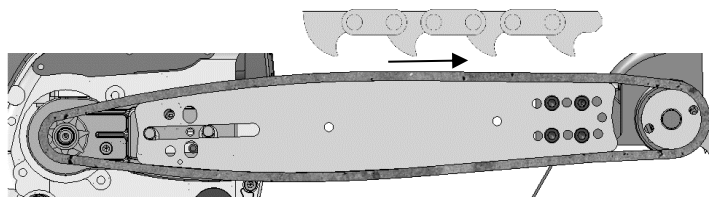

Fig. 3 : Mise en place de la chaîne
- > Maintenant, placez la chaîne autour du pignon de la tronçonneuse et du pignon d'entraînement. Insérez les maillons entraîneurs dans la rainure du guide. Veillez à ce que la chaîne soit placée dans le bon sens (Fig. 3)